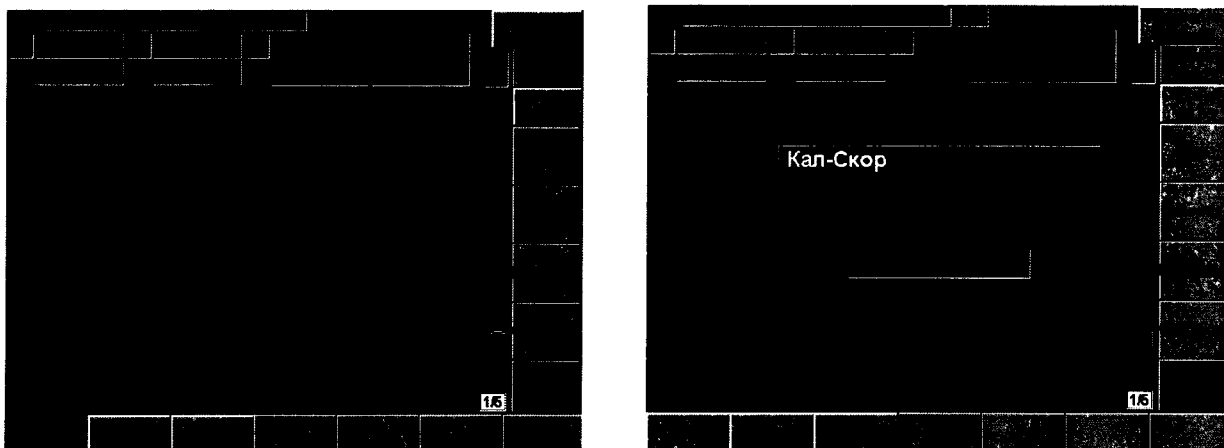

Рисунок 3
4.2.3.4. Установить наклонный преобразователь, подключенный к электронному блоку дефектоскопа на поверхность контрольного образца СО-2 таким образом, чтобы фактическая точка выхода была у отметки по шкале " $\alpha$ " контрольного образца, соответствующей номинальному значению угла ввода преобразователя ( $\alpha_n$ , градус), указанному в маркировке преобразователя (рисунок 3).